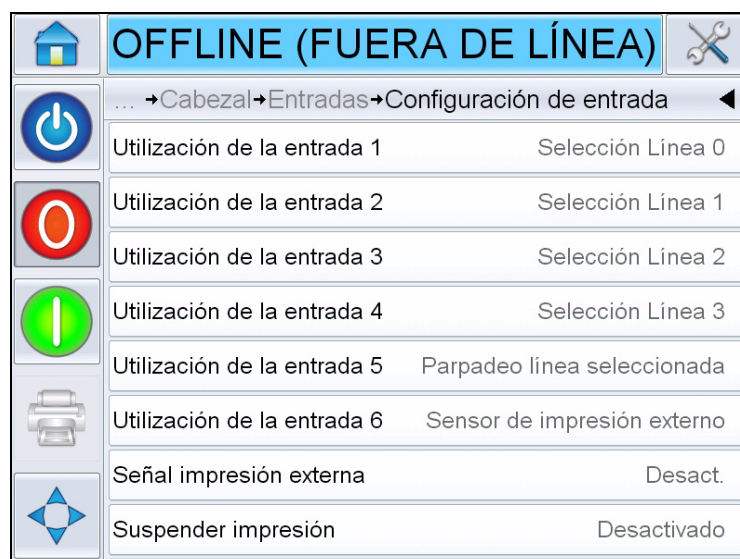

Figura 4-10: Pantalla Configuración de entrada
- Configuración de entrada: muestra el uso de las entradas 1-6 y el estado de línea de las entradas 0-3, señales de impresión, cola de trabajos, etc. (consulte la Figura 4-10).